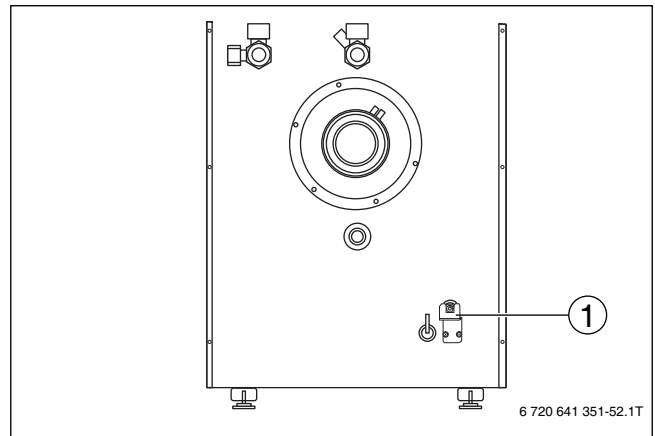

Bild 36 Haltewinkel montieren
► Haltewinkel (→ Bild 36 [1]) mit den zuvor entfernten Schrauben an der Rückwand montieren.